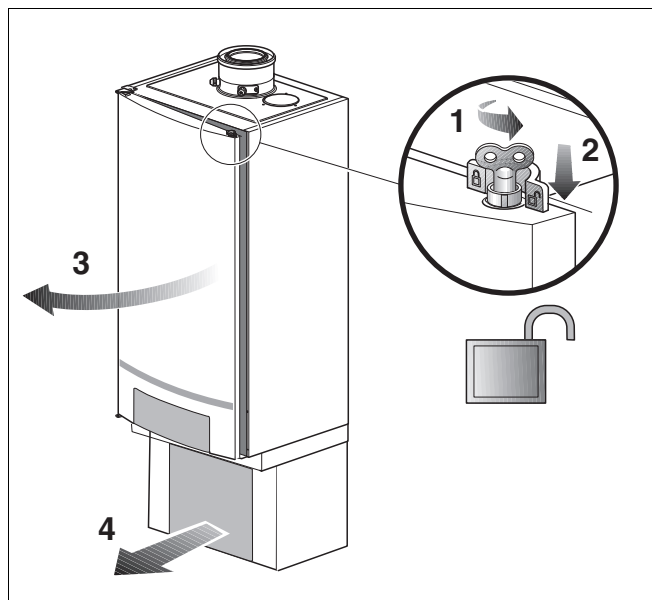

Fig. 61 Åbning af kedeldøren
- Åbn kedeldørens lås ved at dreje udluftningsnøglen en kvart omgang (fig. 61, lup).
- Tryk låsen ned (fig. 61), og åbn kedeldøren.
- Fjern dækbælenden til tilslutningsgruppen (fig. 61).